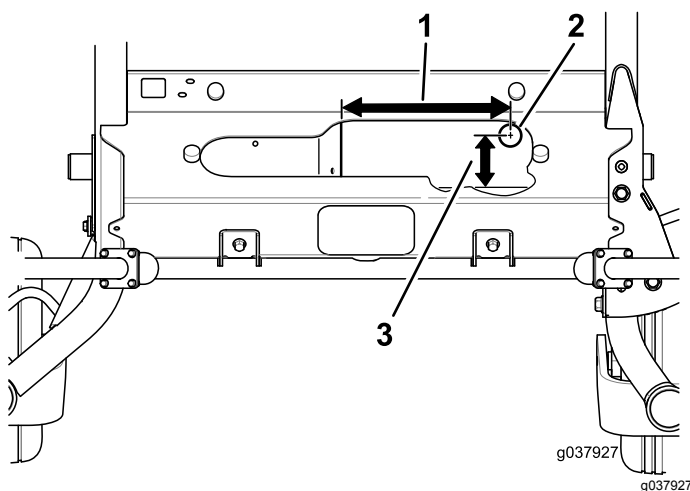

Figura 4
4. Perfore los taladros según se muestra en Figura 4.